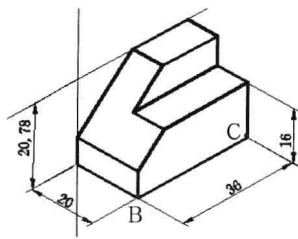

图 7-4-19
(15) 单击“倾斜”按钮 \swarrow ，单击高度标注，按Enter键。捕捉并单击B点和C点，倾斜效果如图7-4-19所示。